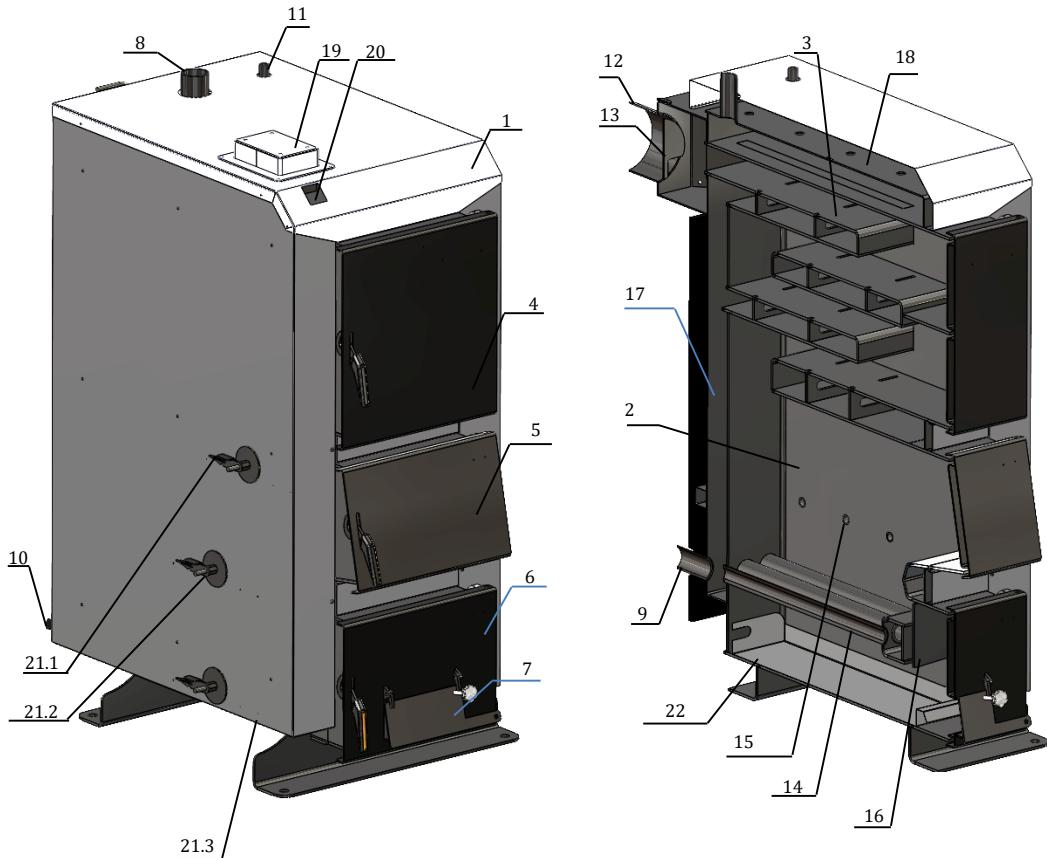

Рисунок 2 – Зовнішній вигляд та основні елементи котла DUO
Конструктивно котел являє собою збірно-зварену конструкцію, що складається з корпусу (поз. 1, рис. 2) з камeroю згоряння (топкою) (поз. 2, рис. 2). Конвекційна частина котла складається з чотирьохходового теплообмінника (поз. 3, рис. 2), який розташований безпосередньо над топкою.
Корпус котла виконаний в формі паралелепіпеду з подвійними стінками, які розділені водними перегородками (поз. 17, рис. 2). На зовнішній поверхні корпусу під декоративною обшивкою закріплена теплова ізоляція. (поз. 18, рис. 2).
Паливо для процесу спалення завантажується на колосникові грати (поз. 14, рис. 2) крізь завантажувальні дверцята (поз. 5, рис. 2). Згоряння палива в топці відбувається за участю повітря, яке постачається крізь вікно клапана подачі повітря (поз. 7, рис. 2), що закривається кришкою, під колосникові грати. Кількість повітря, необхідного для процесу згоряння, регулюється за допомогою механічного регулятора (не входить в комплект поставки).
Для варіанту DUO (M) згоряння палива в топці відбувається за участю повітря, що поставляється в топку по каналу подачі повітря через повітряні форсунки (поз. 15, рис. 2). Кількість повітря, необхідного для процесу горіння, автоматично регулюється контролером та подається через фланець (поз. 19, рис. 2) за допомогою вентилятора. Автоматика керування та вентилятор входить в комплект поставки котла DUO (M).
Підведення і відведення теплоносія здійснюється відповідно через патрубки зворотної мережної води (поз. 9, рис. 2) і прямої мережної води (поз. 8, рис. 2).
Топочні гази виходять у димохід крізь боров (поз. 12, рис. 2), розташований у задній частині котла. Боров обладнано вбудованим дросельним клапаном продуктів згоряння – шибером (поз. 13, рис. 2). У випадку надто високої тяги у димоході шибер дає можливість її знизити шляхом часткового перекривання вихідного отвору борова.
Зола, яка утворюється в процесі згоряння палива, зсипається в нижню частину корпусу котла в короб зольника (поз. 22, рис. 2).
У верхній частині корпусу котла розташований штуцер для встановлення запобіжного клапана котла (поз. 11, рис. 2). Запобіжний клапан не входить у комплект поставки.
Ревізійний дверцята (поз. 6, рис. 2), що розташовані на передній стінці котла, необхідні для періодичного чищення колосникових грат, а також для можливості спорожнення підколосникової зони.
Для можливості періодичного обслуговування (чищення) теплообмінника передбачені дверцята поз. 4 (рис. 2).
Приєднання котла до опалювальної системи необхідно здійснювати за допомогою фланців. Трубопровід прямої мережної води потрібно приєднати до патрубка прямої мережної води (поз. 8, рис. 2). Трубопровід зворотної мережної води потрібно приєднати до патрубка зворотної мережної води (поз. 9, рис. 2).
8.6.1 Провести завантажування палива в топку котла. Для цього відкрити завантажувальні дверцята (поз. 5, рис. 2) та укласти на колосникові гратеги (поз. 14, рис. 2) шар палива до меж нижньої кромки завантажувальних дверцят. На укладений шар палива розмістити розпалювальний матеріал: папір, тріски, дрова (у перелічений послідовності). Повністю відкрити шибер (поз. 13, рис. 2) на борові котла. Ручку верхньої повітряної заслінки
(поз.21.1, рис.2) перевести в положення «**ВІДЧИН**» (відкрито). Ручки середніх та нижньої повітряних заслінок (поз. 21.2, 21.3, рис. 2) перевести в положення «**ЗАЧ**» (зачинено)
8.6.4 Положення ручок повітряних заслінок (поз. 21.1-21.3, рис.2):
Для забезпечення герметичності дверцят поз. 4-7 (рис. 2) необхідно кожні два тижні змашувати ущільнюючі шнури дверцят графітним мастилом.